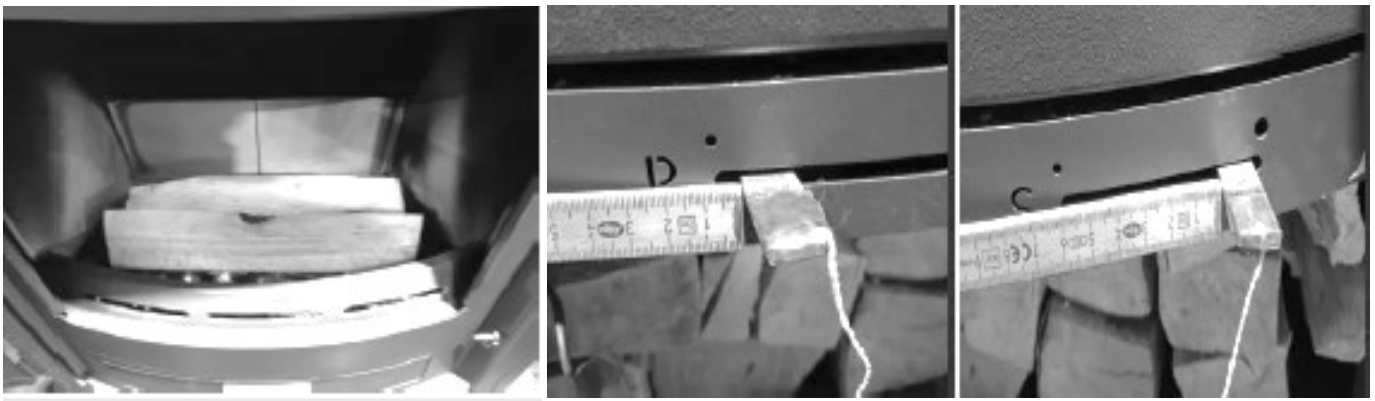

Abb. 5.2.2 Holzaufgabeart bei Nennwärmeleistung und Einstellungen Primärluft, Sekundärluft bei Normprüfung
Holz aufgeben	2 gespaltene Holzscheite in Querrichtung wie in Abb. 5.2.2, nebeneinander mittig in den Feuerraum legen. Nur eine Lage Brennstoff aufgeben. Die in Tab. 5.2.2 vorgeschriebene maximale Brennstoffaufgabe darf nicht überschritten werden.
Feuerraumtür schließen und verriegeln. Nach erfolgter Brennstoffentzündung und guter Flammenbildung und ausreichenden Zugverhältnissen kann die Primärluft und die Sekundärluft auf die in Abb.5.2.2 dargestellte Einstellung (P) und (S) eingestellt werden. Bei evtl. auftretenden Störungen des Abbrandes müssen ggf. die Primärluft vorübergehend erhöht und entsprechend den Abbrandbedingungen angepasst werden.
Primärluftschieber	ca. 0,7 cm geöffnet, siehe Abb.5.2.2
Sekundärluftschieber	ca. 6 cm geöffnet, siehe Abb.5.2.2